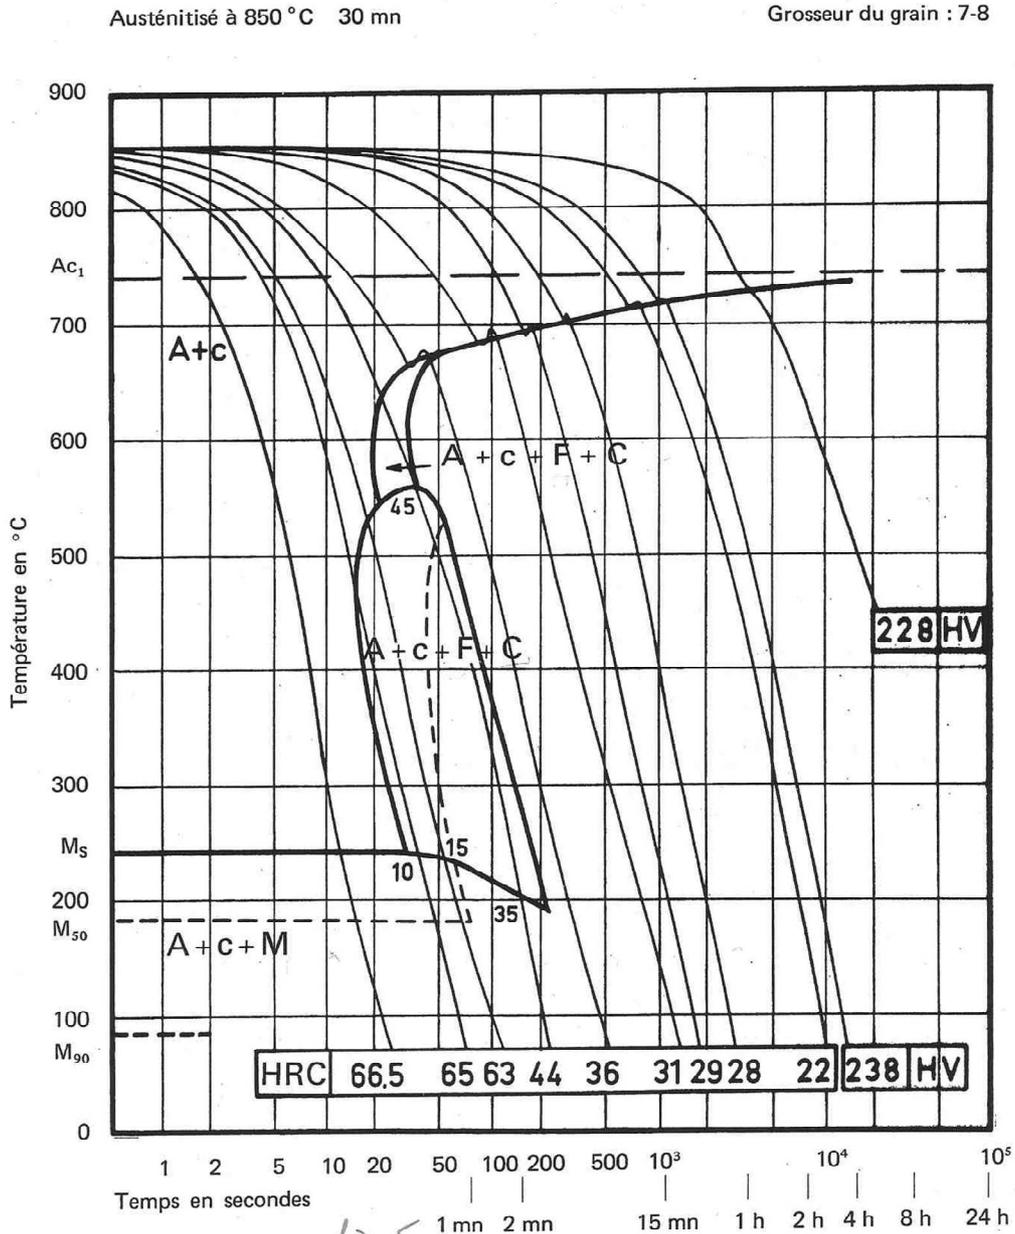
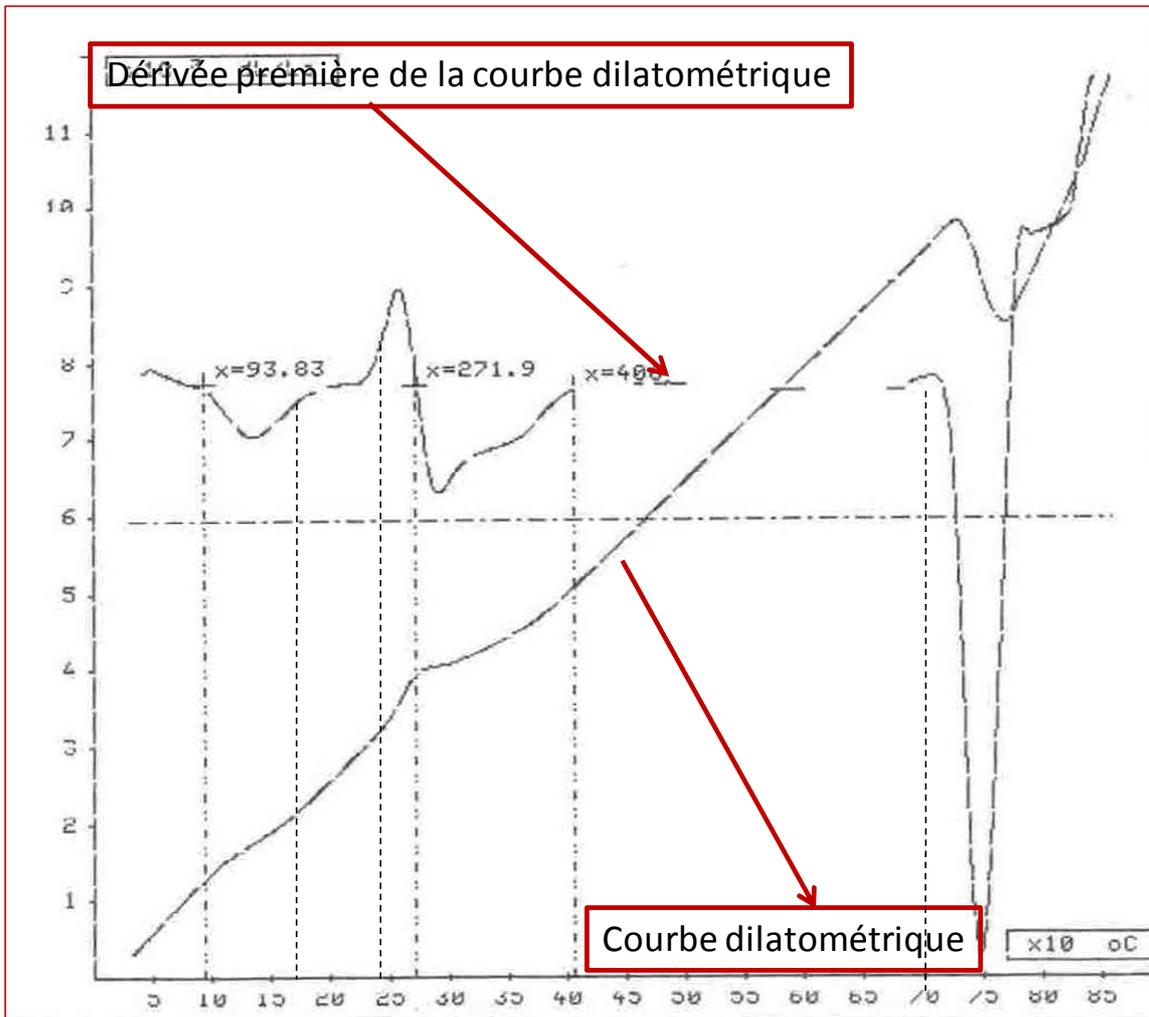

Figure 5: TRC de l'acier 100Cr6.
Figure 6 : Evolution de la longueur  $(\Delta L/L_0)$  de l'échantillon en fonction de la température.
4. A partir de vos connaissances en métallurgie, commenter, en justifiant votre réponse, la courbe dilatométrique de la figure 6 qui permet de suivre le revenu (de la température ambiante jusqu'à 900°C) de l'acier 100Cr6 (voir le TRC de la figure 5) préalablement trempé à l'eau (dureté de 66,5 HRC). La dérivée première de cette courbe est également représentée afin que vous puissiez mieux apprécier les différents changements de pente présents sur cette figure. Que remarquez-vous ?